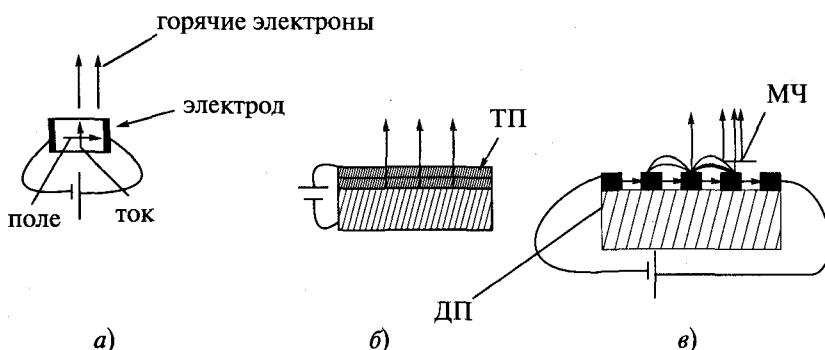
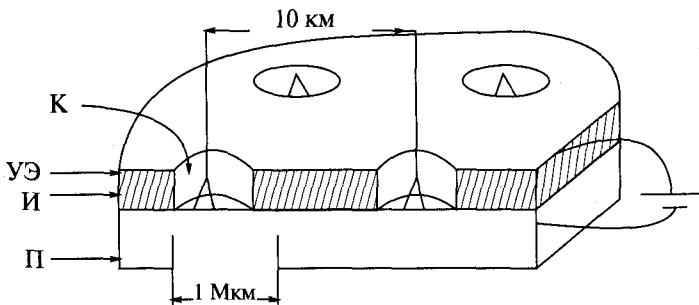

Рис. 73. Холодные катоды: а) с эмиссией из полупроводника, б) металл—диэлектрик—металл, в) островковый катод
Рис. 74. Автоэлектронный катод для ЭВП
Можно, правда, поступить хитрее. С помощью автоэлектронной эмиссии выдергивать электроны из металла в диэлектрик или вакуум, там их разогревать большим полем и выпускать в вакуум. На этом принципе основана работа холодных катодов, показанных на рис. 73. В катоде 73 б поле создается между двумя металлическими электродами, разделенными диэлектриком. Электроны из нижнего электрода посредством автоэмиссии переходят в диэлектрик, там разогреваются и сквозь тонкую пленку ТП эмиттируются в вакуум. В катоде 73 в между металлическими частицами (МЧ) размером в сотни и тысячи ангстрем, находящимися на диэлектрической подложке (ДП) происходит автоэмиссия, электроны летают от частицы к частице, увеличивают свою энергию и, отра-
А почему надо собирать энергию электрону, уже вышедшему в результате автоэлектронной эмиссии в вакуум? Нельзя ли непосредственно «запустить его в ЭВП», конечно, если сделать так, чтобы он эмиттировался и летел не от одного островка к другому (рис. 73 в), а в объем прибора? Для автоэлектронной эмиссии нужны большие напряженности поля, следовательно — или высокие напряжения или малые зазоры. Холодный катод, требующий для работы высоких напряжений, не может конкурировать с термоэлектронными — у них этого недостатка нет. Островковый катод (рис. 73 в) высоких напряжений не требует — островки (МЧ) образуются при напылении металла на диэлектрик (Δ) и расстояния между ними малы. Для создания хорошо работающего при напряжении порядка 100 В автоэлектронного катода надо изготовить конструкцию с размерами элементов порядка 1 мкм. Стандартное сравнение — в 50 раз тоньше человеческого волоса. Задача была решена в 1970-х годах группой исследователей под руководством К. А. Спиннта. Изготовленная ими структура показана на рис. 74. На подложке (Π) из кремния находится слой изолятора (I) из окиси кремния покрытый пленкой молибдена — управляющим электродом ($УЭ$). В цилиндрических колодцах (K) диаметром 1 мкм, расположенных